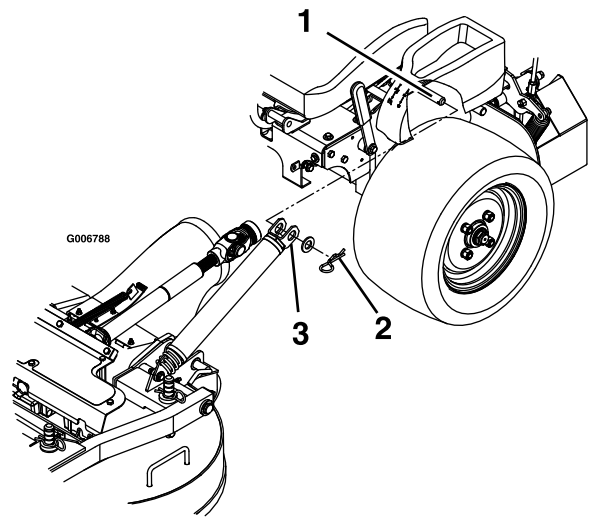

Bild 78
4. Nehmen Sie die Splinte und Scheiben oben an der Mähwerkhubstützenfeder an jeder Seite der Maschine ab (Bild 78).
10. Befestigen Sie die Federn an den Federankerstiften unter dem linken und rechten Bedienfeld sichern Sie diese mit einer Scheibe und einem Splint (Bild 78).